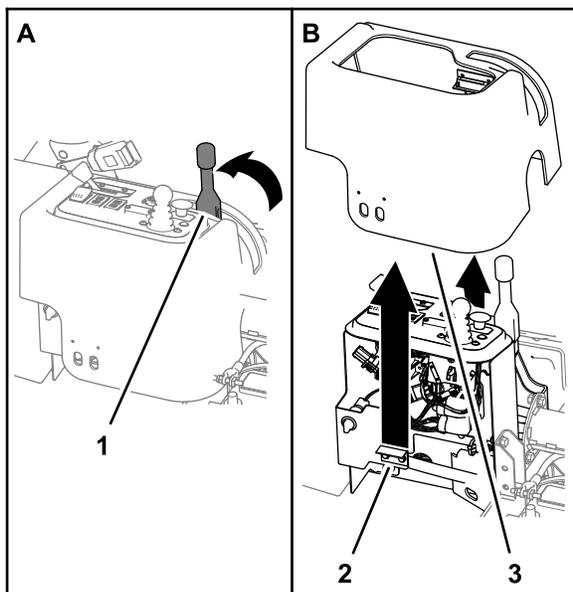

Figura 5
1. Certifique-se de que o travão de estacionamento se encontra engatado (**Figura 5**).
2. Empurre a cobertura da consola para libertar o fecho magnético da cobertura do suporte do batente no suporte da consola (**Figura 5**).